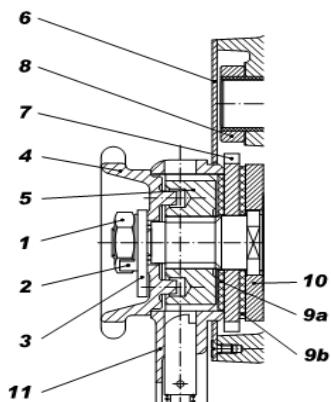

Рис. 8 Монтаж тормоза.
Ослабьте шайбы (2) и снимите гайку (1). Снимите шайбу (2) и упор (3), ручное колесо (4), колесо (5) и ручной рычаг (11). Снимите кожух (6) и тормозной вкладыш (9a), рогатку (7), и тормозной вкладыш (9b) и шайбу (10). Смонтируйте. (рис. 8)
Снимите гайку (1) снимите и поверните упор (3) чтобы между зубом (2A или 2B) был угол 50 градусов. В случае не возможности достичь требуемого, рис. 8. Регулировка тормоза снимите ручное колесо (4), затем поверните таким образом, чтобы между упором (3) и некоторым из зубов (2A или 2B) был требованный угол. Проведите испытание тормоза.
3. Проверьте тормозные колодки, собачку и рогатку, (детали 9a, 9b, 7 и 10 на рис. 8), очистите.